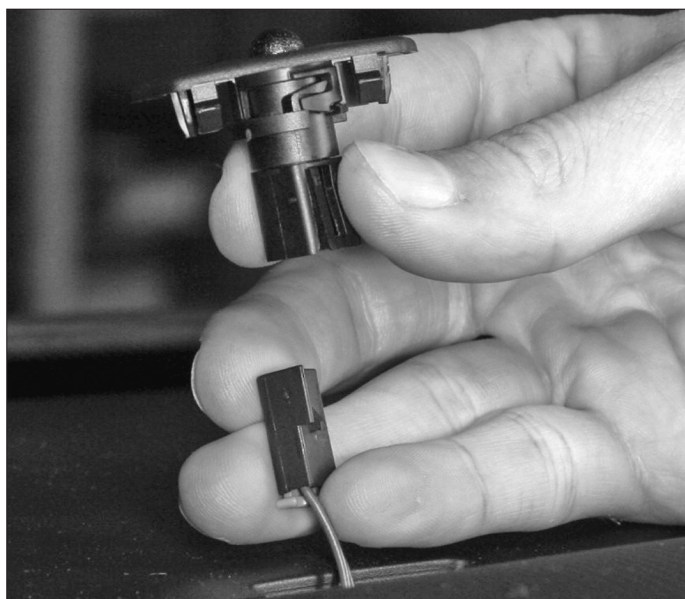

Fig. 51
• Dégrafer puis déposer le capteur d'ensoleillement (Fig.51).